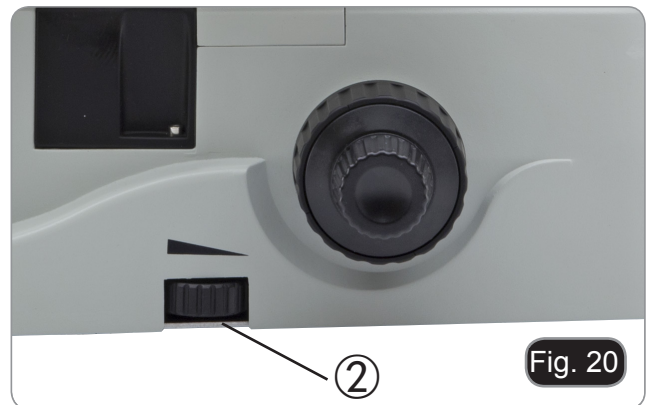

Fig. 20
Verwenden Sie das Einstellrad für die Lichtintensität ②, um die Beleuchtungsspannung zu erhöhen oder zu verringern. (Fig. 20)